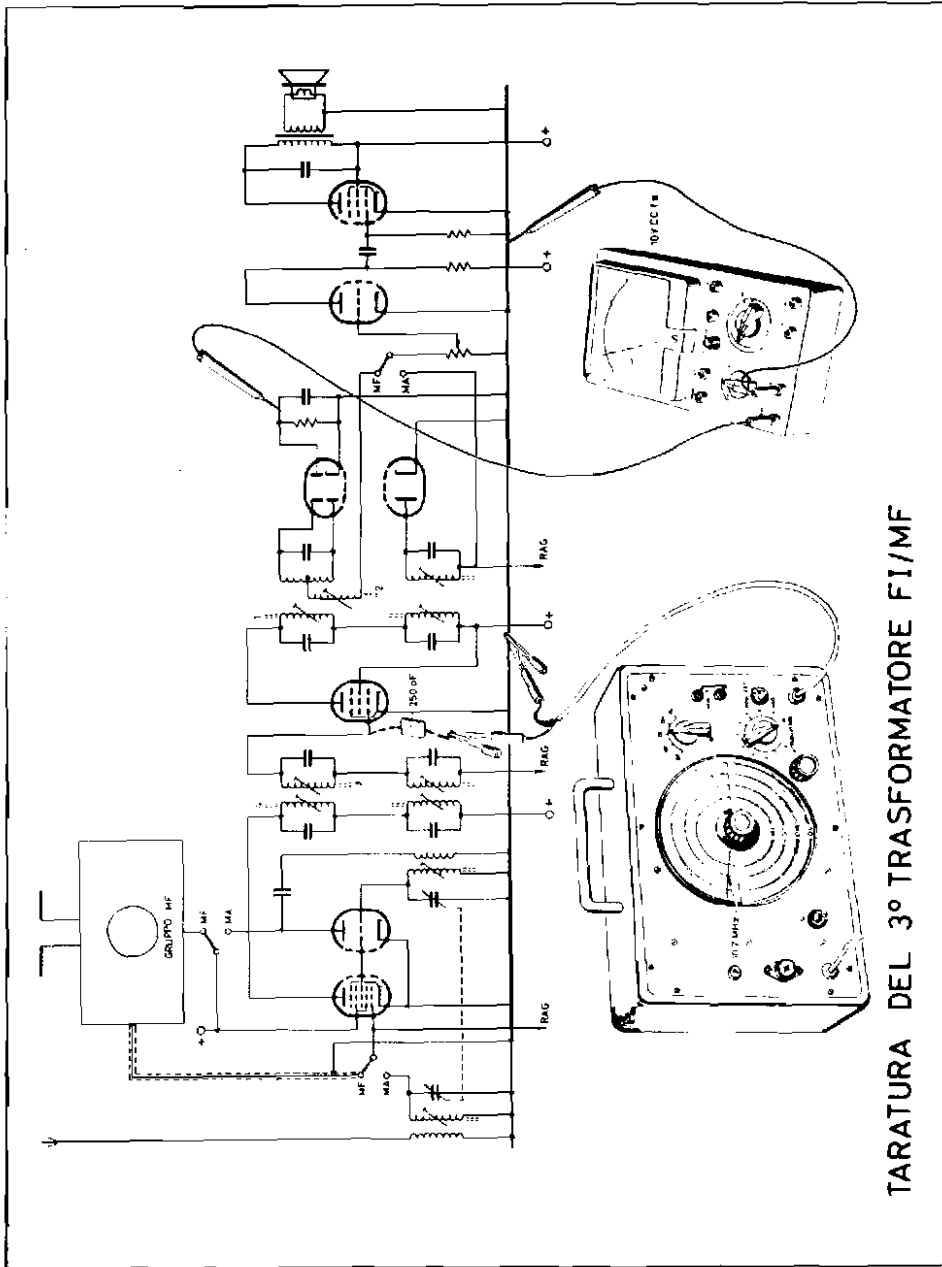

Fig. 12
g) Si collega al terminale libero del condensatore il conduttore interno del cavetto d'uscita; la calza schermante del cavetto deve essere collegata al telaio del ricevitore (*fig. 12*).